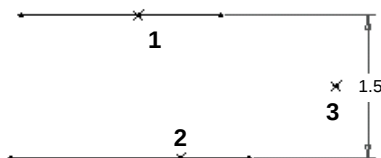

图 4.9.2 平行线距离的标注
Step2. 分别单击位置 1 和位置 2 以选择两条平行线，中键单击位置 3 以放置尺寸（如图 4.9.2 所示）。